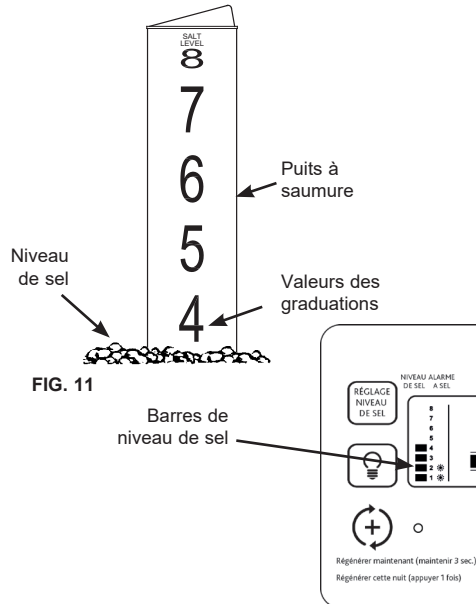

FIG. 11
2. La jauge de sel, sur le puits à saumure dans le réservoir, est graduée de 0 à 8 (ou de 0 à 5, selon le modèle). Cf. Figure 11. Lire la graduation la plus élevée ou la plus proche du sel égalisé.
3. Appuyer sur la touche RÉGLAGE NIVEAU DE SEL autant de fois que nécessaire, jusqu'à ce que les barres du niveau de sel de l'afficheur (cf. Fig. 11) correspondent à la valeur de la graduation sur le puits à saumure. Au niveau 2 ou moins, le voyant de faible niveau de sel clignotera.